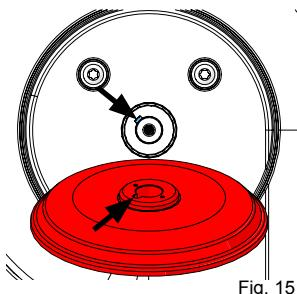

Fig. 15
- Aplicar o novo flange de suporte >>> ter em atenção a ranhura de encaixe (Fig. 15).